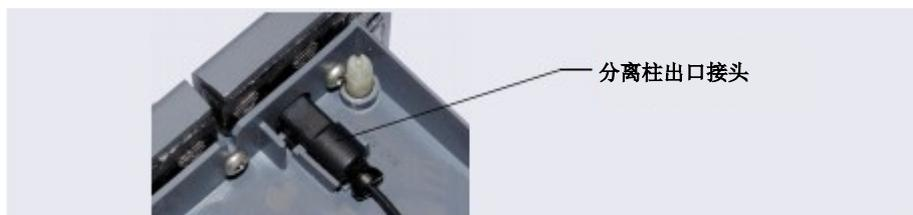

图 10-51. 毛细管柱托盘的分离柱出口接头
3. 确定分离柱出口接头的方向, 使平面一侧朝上, 将接头推入毛细管柱托盘前面板的开口中, 直至接头到达停止位置。将接头向下压入夹子中 (见图 10-51)。